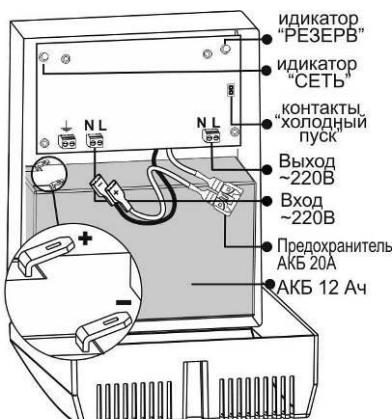
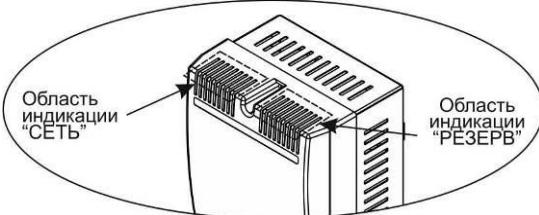

Рисунок 1 - Общий вид изделия.
Рисунок 2 — Область индикации изделия
Общий вид изделия показан на рисунке 1. Конструктивно изделие выполнено в металло-пластиковом корпусе настенного исполнения. В верхней части предусмотрена индикация «СЕТЬ» и «РЕЗЕРВ» (см. рисунок 2). При открытой крышке (см. рисунок 1) осуществляется доступ к печатной плате. На плате расположены выходная колодка, сетевая колодка, клеммы для подключения АКБ и контакты «холодный пуск». В нижней части корпуса размещается АКБ, емкостью до 12 Ач. Подключение изделия к источнику сетевого напряжения осуществляется через шнур сетевого питания.
2. Чтобы полностью выключить изделие, необходимо отсоединить перемычку «АКБ+» от аккумуляторной батареи (см. рисунок 1).
1. Для этого необходимо, кратковременно замкнуть контакты «холодный пуск» (см. рисунок 1). Изделие перейдет в режим питания нагрузки от АКБ. Индикатор «РЕЗЕРВ» должен засветиться.